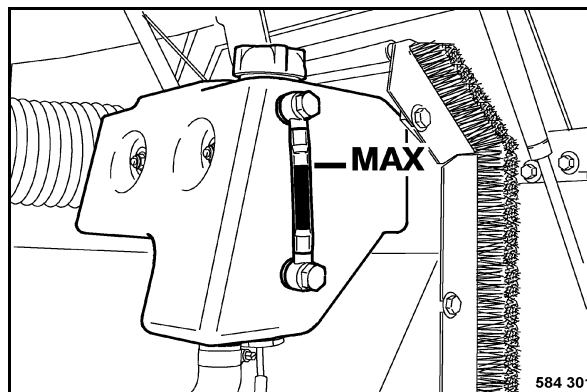

fig. 178
- Remplir le liquide de refroidissement jusqu'au repère MAX (fig. 178) puis revisser le couvercle de fermeture.